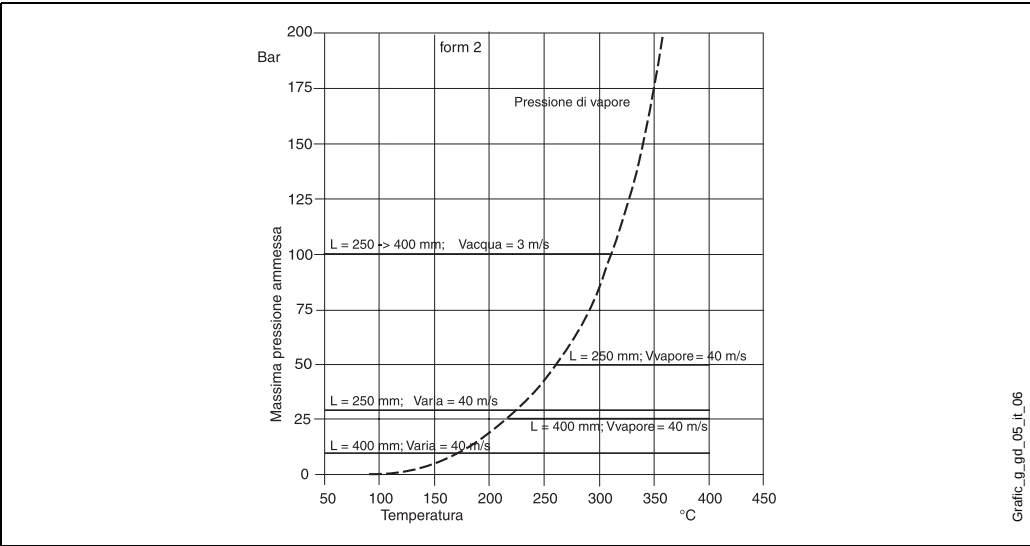

Fig. 2: Grafico pressione/temperatura per pozzetto con tubo dritto Ø11 in SS 316Ti/1.4571
- Se il pozzetto viene saldato all'impianto, i valori di pressione ai quali può essere sottoposto alle diverse temperature, sono illustrati dai grafici nelle figure 2 e 3.